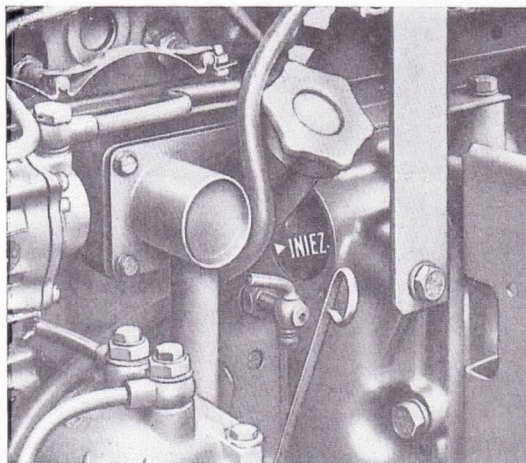

Fig. 30. - Référence « INIEZ. » sur le volant, indiquant l'avance d'injection (21° avant le point mort haut).
- Faites tourner le vilebrequin jusqu'à ce que le repère « INIEZ. », frappé sur le volant, se trouve à la position montrée par la fig. 30. Déposez le couvercle des culbuteurs et, en observant la position des culbuteurs, vérifiez si le premier cylindre du moteur se trouve en phase de compression: dans le cas contraire, faites accomplir un tour complet au vilebrequin.
Cette vérification doit être effectuée, suivant la méthode du « trop-plein », sur le premier ou bien sur le quatrième élément de la pompe; si la pompe est correctement calée, le repère « INIEZ. » du volant doit se trouver exactement vis-à-vis de l'index (voir fig. 30) au moment où la pompe commence le refoulement. Si cela ne se vérifie pas, procédez comme suit:
- Amenez le repère « INIEZ. » du volant, en faisant tourner le vilebrequin, dans la position indiquée par la fig. 30.